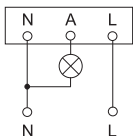

Рисунок 7. Схема подключения датчика ДД-025
– Присоединить сетевой провод и провода от нагрузки к винтовым контактам клеммной колодки в соответствии со схемой, приведённой на рисунок 7.